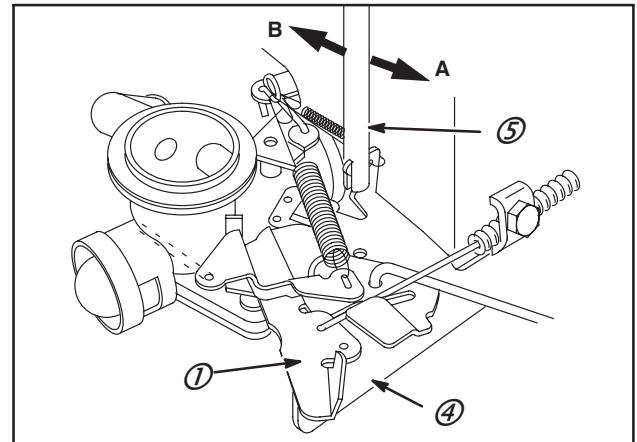

Fig. 6
3. **Ressort double** : À l'aide de l'outil Réf. : **19229** ou **19352** (5), plier le deuxième accrochage du ressort du régulateur ("A" pour augmenter, "B" pour réduire) jusqu'à ce qu'il n'y ait plus de tension sur le ressort secondaire, Fig. 6.
5. **Ressort double** : Plier l'accrochage du ressort du régulateur secondaire jusqu'à ce que le régime maximum à vide soit atteint, Fig. 6, comme il est spécifié dans les microfiches JAUNES correspondant aux Modèles et Types.